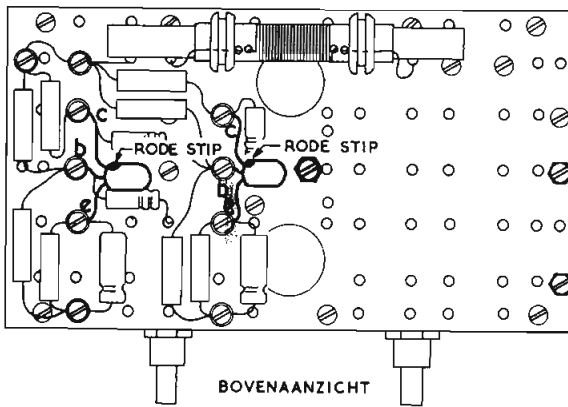
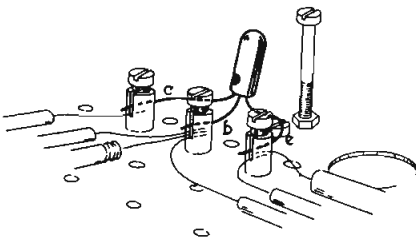

Fig. B19
Fig. B20
28. Aan de bovenzijde van de montageplaat moeten twee transistors OC 13 worden aangebracht (fig. B19). Buig de draadjes voorzichtig zó, dat de transistors recht op staan. Zie ook fig. B20. Let op de rode stip! Zet de aansluitdraadjes voorzichtig maar toch goed vast.
32. In de figuren B13 en B17 is ongeveer in het midden van de bruine montageplaat een moer aangegeven. Daar moet de lange bout komen. In de fig. B19 en B20 kun je zien dat de juiste plaats rechts achter de tweede transistor is. Zet de bout vast met twee moeren (fig. B20) en zorg er voor, dat de kop zo ver mogelijk boven de bruine isolatieplaat uitsteekt. Draai de moeren met een tangetje stevig vast.
3. Heb je de aansluitdraden van de transistors niet verwisseld? Let op de positie van de rode stip (fig. B19, B21 en B22).